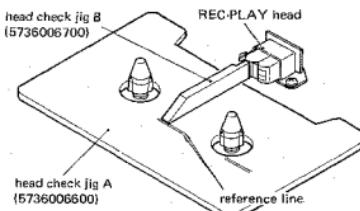

Fig. 5-7
1. Place the deck in PLAY mode. Make sure head check jig B touches the surface of the REC & PLAY head when the other end of the jig is positioned between the jig A line markers (fig. 5-7).
1. PLAY状態で、ヘッド治具(B)を録・再ヘッドの先端に当たたとき、ヘッド治具(B)端端が高さヘッド治具(A)の基本範囲内にあることを確認する。(Fig.5-7)